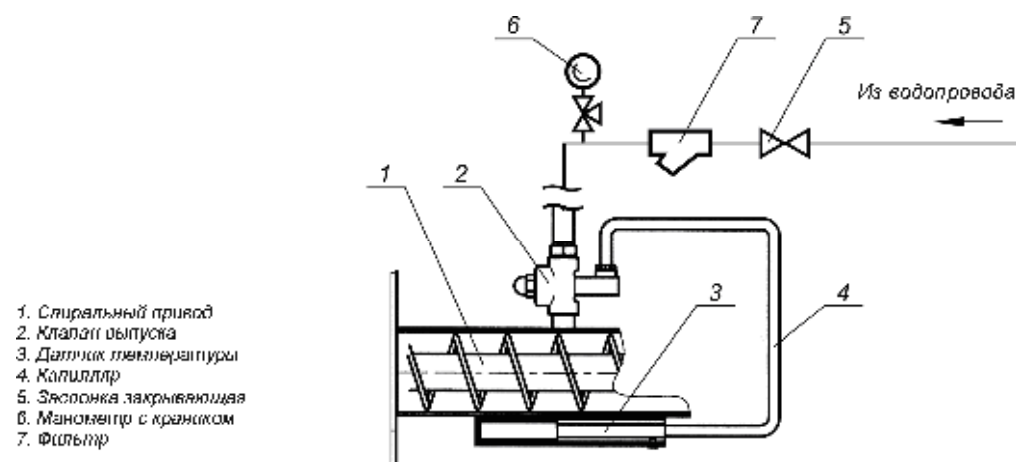

Рис. 2.
- Во избежание распространения огня из топки котла в шнековый транспортер на нем устанавливается автоматический клапан тушения (см. рис. 2):